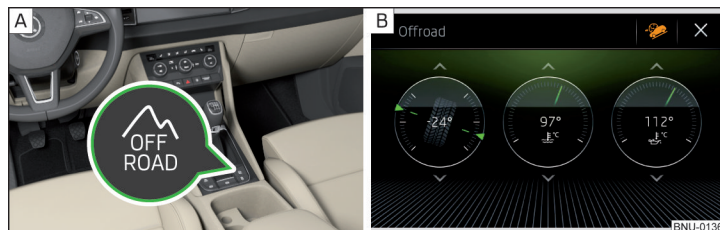

Fig. 259 **Tasta Offroad/ecranul Infotainment: Afișare la activare**
► Pentru **activare/dezactivare** apăsați tasta  » [fig. 259 - \[A\]](#).
La **activare se aprinde** în panoul de bord lampa de control pentru regimul Offroad , precum și a asistentului la coborârea în pantă . Pe ecranul Infotainment se inserează afișajele pentru regimul Offroad » [fig. 259 - \[B\]](#).